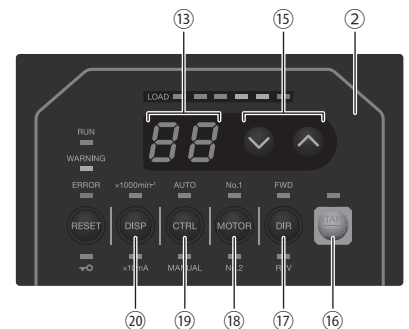

Abb. 20
## 15 - 2 Wählen Sie den Steuermodus (MANUAL/AUTO). (Wählen Sie die Steuertaste (CTRL) ⑲ von Abb. 20.)
- (1) Mit der Steuertaste (CTRL) ⑲ können Sie den Steuermodus für den Start/Stopp des Motors, die Einstellung der Drehrichtung, der Motordrehzahl usw. umschalten.
- (1) Einstellung der Motor-Drehrichtung
Motor-Drehrichtung einstellen (Stellen Sie die Drehrichtung-Taste (DIR) ⑰ in Abb. 20 ein.)
- (2) Motorauswahl
Wählen Sie die Motorspindel, die gesteuert werden soll. (Motorspindel-Auswahl-taste (MOTOR) ⑱ in Abb. 20.)
- (3) Motorstart/-stopp (Motorstart/-stopp durch Drücken der Start/Stopp-Taste (START/STOP) ⑰ in Abb. 20.)
Einstellen der Motordrehzahl (Stellen Sie die Motordrehzahl-Angleichtaste (SPEED  ,  ) 15 in Abb. 20 ein.)